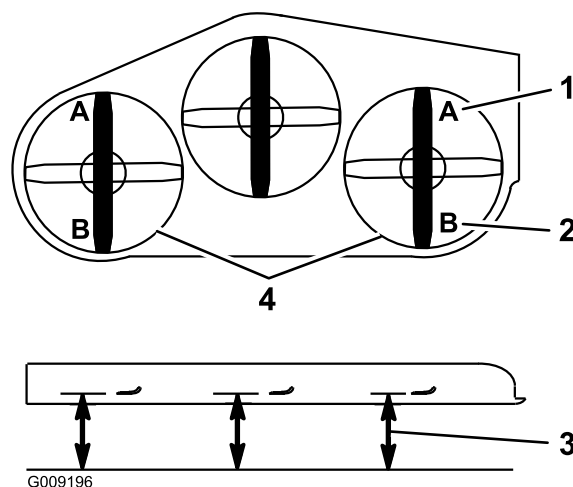

Figura 89
9. En ambos lados de la carcasa, mida desde la superficie nivelada hasta la punta delantera de la cuchilla (Posición A). La medida debe ser de 7.6 cm (3 pulg.) (Figura 89).
15. En ambos lados de la carcasa, mida desde la superficie nivelada hasta la punta trasera de la cuchilla (Posición B). La medida debe ser de 8.3 cm (3-1/4 pulg.) (Figura 89).